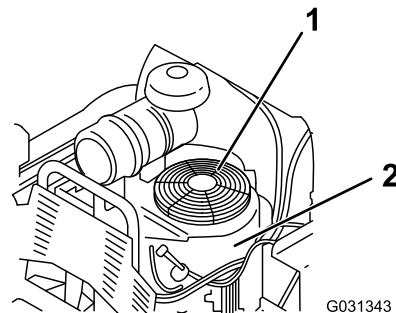

図 61
3. 吸気スクリーンとファンハウジングを取り外す 図 61。
5. 吸気スクリーンとファンハウジングを取り付ける 図 61。